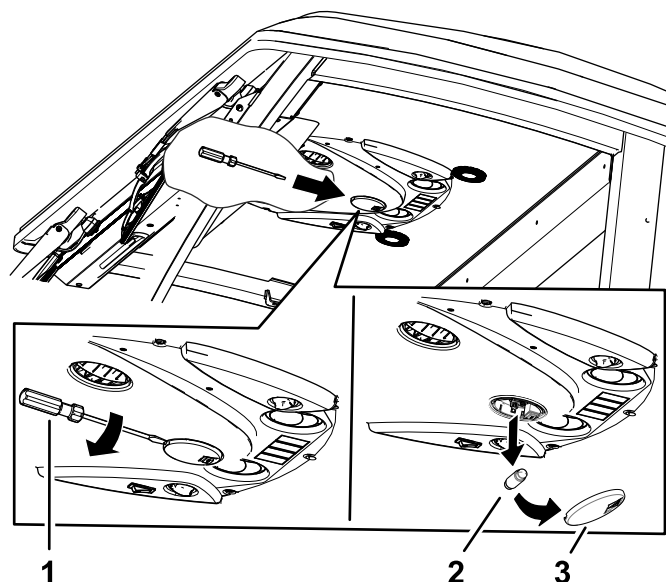

Figura 90
2. Îndepărtați becul de la baza lămpii (Figura 90).
1. Folosiți o șurubelniță pentru a îndepărta lentila lămpii de pe panoul de comandă. (Figura 90).